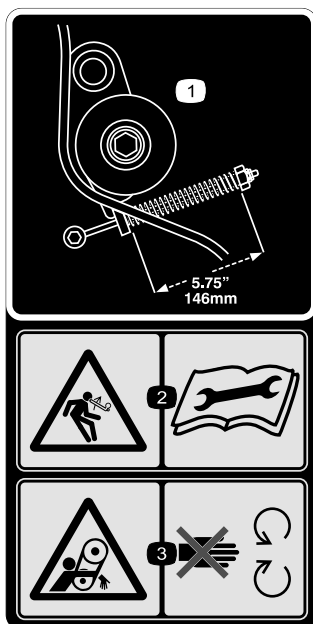

Figura 33
1. Verifique tensão adequada da correia ao comprimir a mola intermediária para um comprimento de 146 mm; consulte Figura 33.